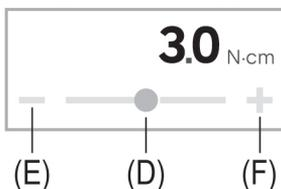

Figure 12.
Faites glisser le curseur (D) ou touchez [-] (E) ou [+] (F) (Figure 12).